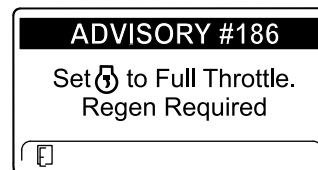

Figure 41
**Remarque:** Si la température d'échappement du moteur est trop basse, l'InfoCenter affiche ADVISORY #186 (avis n° 186) (Figure 41) pour vous informer de régler le régime moteur à pleins gaz.